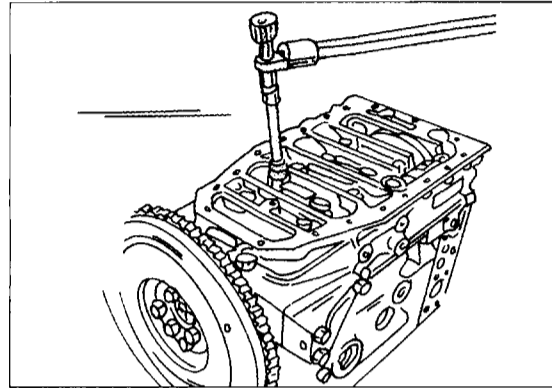

Bild 60
- Die Lagerschalen entsprechend den Kennzeichnungen in die Lagerdeckel der beiden montierten Pleuelstangen einlegen. Die Lagerflächen gut einölen. Ursprüngliche Schalen immer mit den jeweiligen Pleuellagern zusammenhalten. Den Pleuellagerdeckel aufsetzen (Kennzeichnungen müssen gegenüber liegen). Falls erforderlich den Deckel gut aufschlagen (Gummihammer). Den Deckel mit einem Vorantrieb von 50 Nm und dann im Winkelanzug um weitere 60° anziehen. Hier eignet sich eine Gradscheibe am besten. Beide unten liegenden Deckel in dieser Weise montieren. Zu beachten ist, dass die Pleuellagerdeckel durch die Öffnungen im Lagergehäuse der Kurbelwelle angezogen werden, wie es in Bild 60 zu sehen ist.